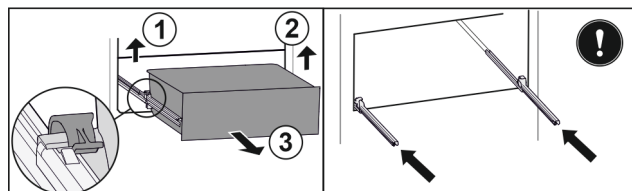

Fig. 142
- Soulever la bride gauche et tirer dans le même temps la partie gauche du tiroir vers l'avant. Fig. 142 (1)
- Soulever la bride droite et tirer dans le même temps la partie droite du tiroir vers l'avant. Fig. 142 (2)
- Retirer le tiroir par l'avant. Fig. 142 (3)